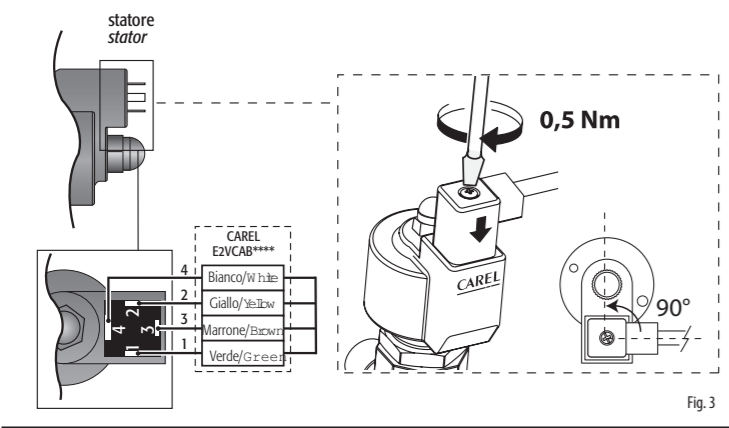

Fig. 3
7. Collegare il connettore già cablato al motore passo passo nel relativo alloggiamento e serrare le vite con una coppia di 0,5Nm seguendo le indicazioni in Fig. 3. Collegare a questo punto l'estremità quadripolare del cavo nei relativi morsetti del Driver CAREL EVD*** o relativo controllo omologato CAREL ed impostare i parametri secondo il set riportato nella tabella sottostante.
7. Connect the pre-wired connector to the socket on the stepper motor and tighten the screw, applying a force of around 0.5 Nm, following the instructions shown in Fig. 3. Then connect the four-pin end of the cable to the corresponding terminals on the CAREL EVD*** driver or other approved CAREL controller, and set the parameters according to the values shown in the table below.
- Raccorder le connecteur déjà câblé au moteur pas à pas dans le logement correspondant et serrer la vis avec un couple de 0,5Nm en suivant les indications de la Fig. 3. Connecter ensuite l'extrémité quadripolaire du câble aux bornes correspondantes du Driver CAREL E4V***, ou du régulateur homologué CAREL et configurer les paramètres selon la valeur reprise au tableau ci-dessous.
- Den vorverdrahteten Steckverbinder in den Schrittmotor einfügen und die Schraube nach den Anleitungen der Fig. 3 mit rund 0,5 Nm Drehmoment festschrauben. Das Vierleiterkabel an die entsprechenden Klemmen des CAREL-Treibers E4V*** oder an eine andere zugelassene CAREL-Steuerung anschließen und die Parameter gemäß Parameter-Set der nachstehenden Tabelle einstellen.